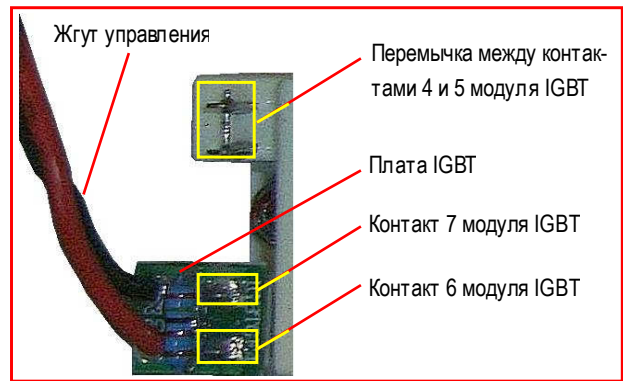

Рис. 7.13
7.7.4. Вкрутить два винта в отверстия модуля, не затягивая (рис. 7.13, желтые стрелки).
7.7.5. Запаять проволочную перемычку между контактами 4 и 5 модуля (рис. 7.13).
7.7.6. Взять жгут управления с платой IGBT GE4 модуля торможения (табл.4.1, поз.20), установить плату на модуль, продев контакты 6 и 7 модуля в отверстия платы. Паять контакты к плате (рис. 7.13).